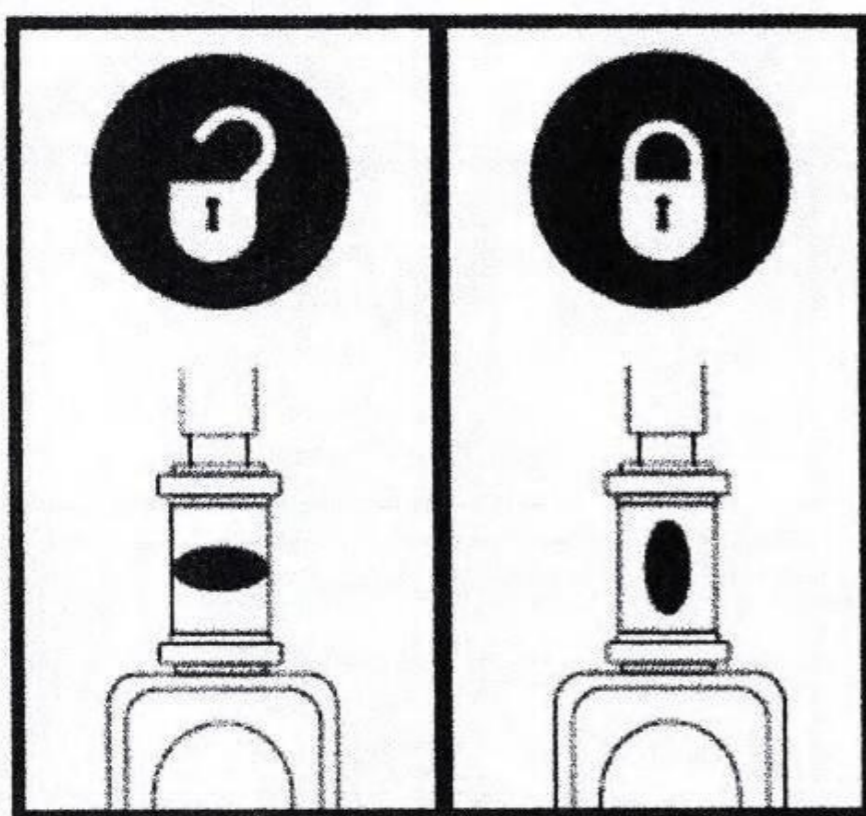

Bild 15
1. Schieben Sie den Verriegelungsknopf des Lenkers nach vorne und drehen Sie ihn um 90° im Uhrzeigersinn, und verriegeln Sie dann den Lenker in grade Position (Bild 15). Das Vorderrad muss nach vorne gerichtet sein, um den Lenker zu verriegeln.
6. Drehen Sie den Verriegelungsknopf der Deichsel um 90° gegen den Uhrzeigersinn und entriegeln Sie dann die Deichsel (Bild 15).